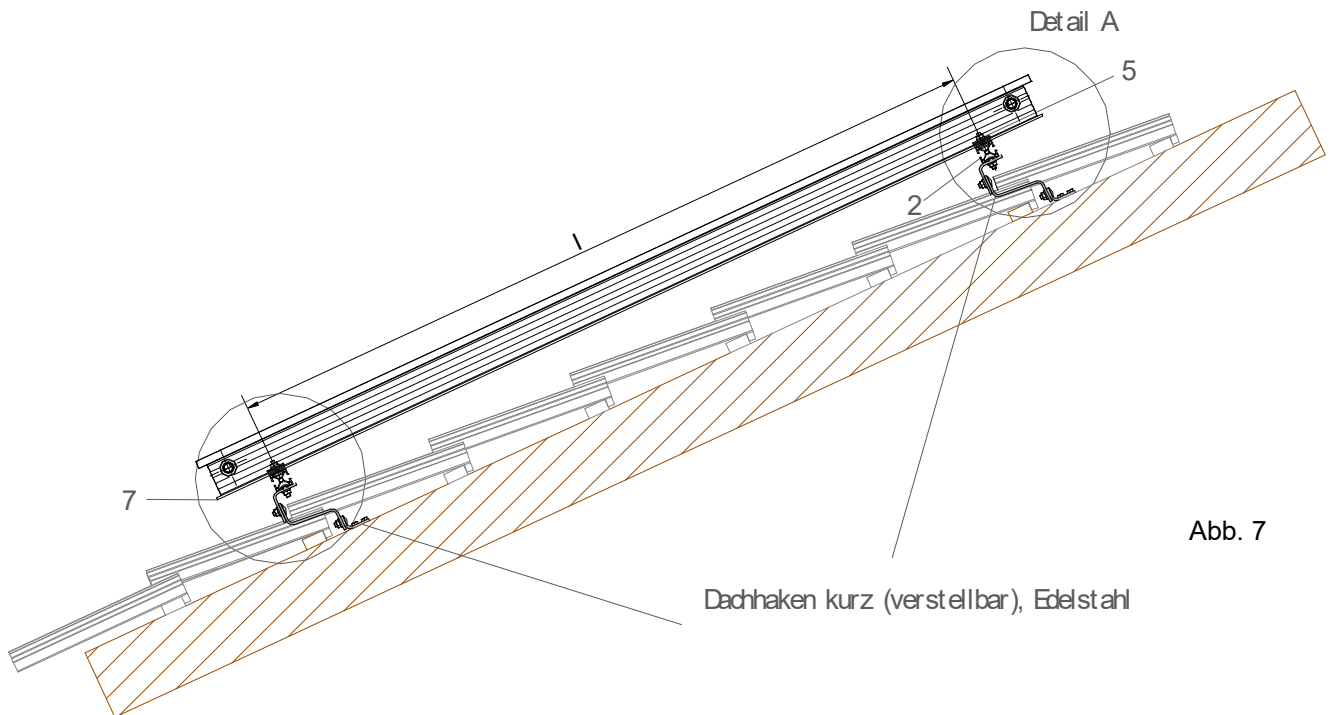
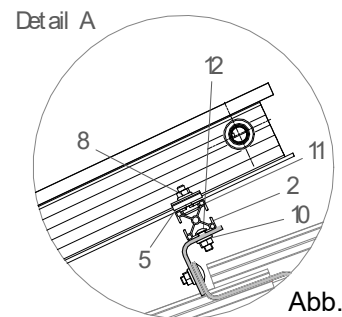

Abb. 7
Abb. 8
l (mm) → siehe Abb. 7	min. 1600 mm / max. 1850 mm
l (mm) → siehe Abb. 7	min. 815 mm / max. 930 mm
6. Die Hammerkopf-Schrauben (11) werden in die obere Nut der Montageschiene eingeschoben (Detail A, Abb. 8). Fixieren Sie die Kollektoren mittels Befestigungsklemmen (5) und den Hammerkopf-Schrauben (11) sowie den Sperrzahnmuttern (8) an der Montageschiene seitlich jeweils zwei Mal (oben / unten, Abb. 7).